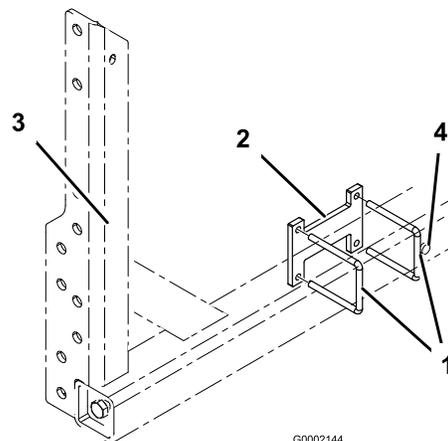

Figura 2
1. Instale 2 cavilhas em U e um espaçador na estrutura da rampa como se mostra em Figura 2. Posicione o conjunto para a frente na estrutura da rampa